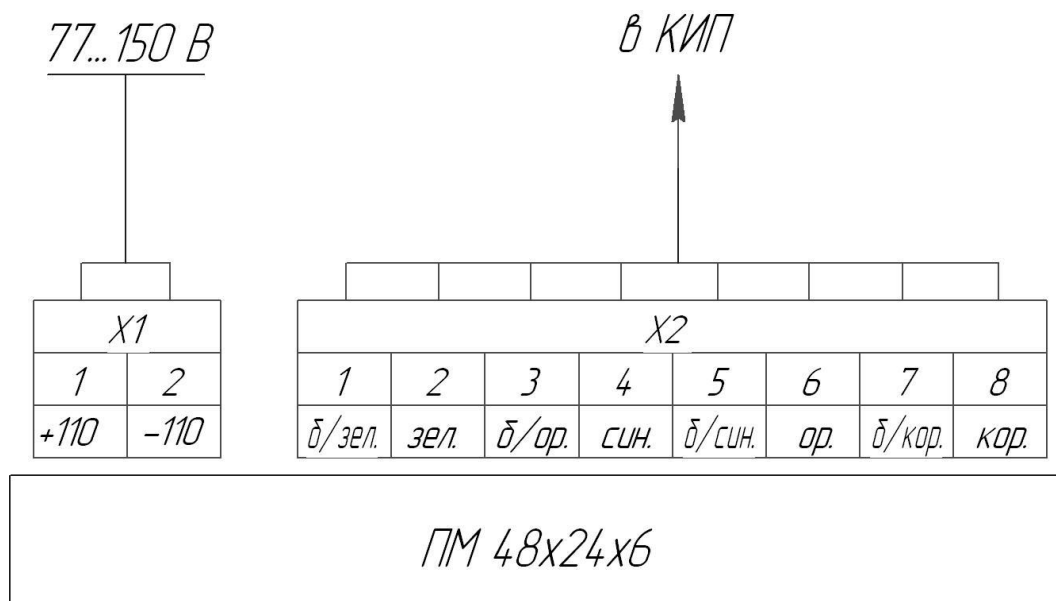

Рис.3 Схема подключения ПМ 48x24x6.
4.2 Подключение панели маршрутной необходимо произвести согласно схеме на рис.3